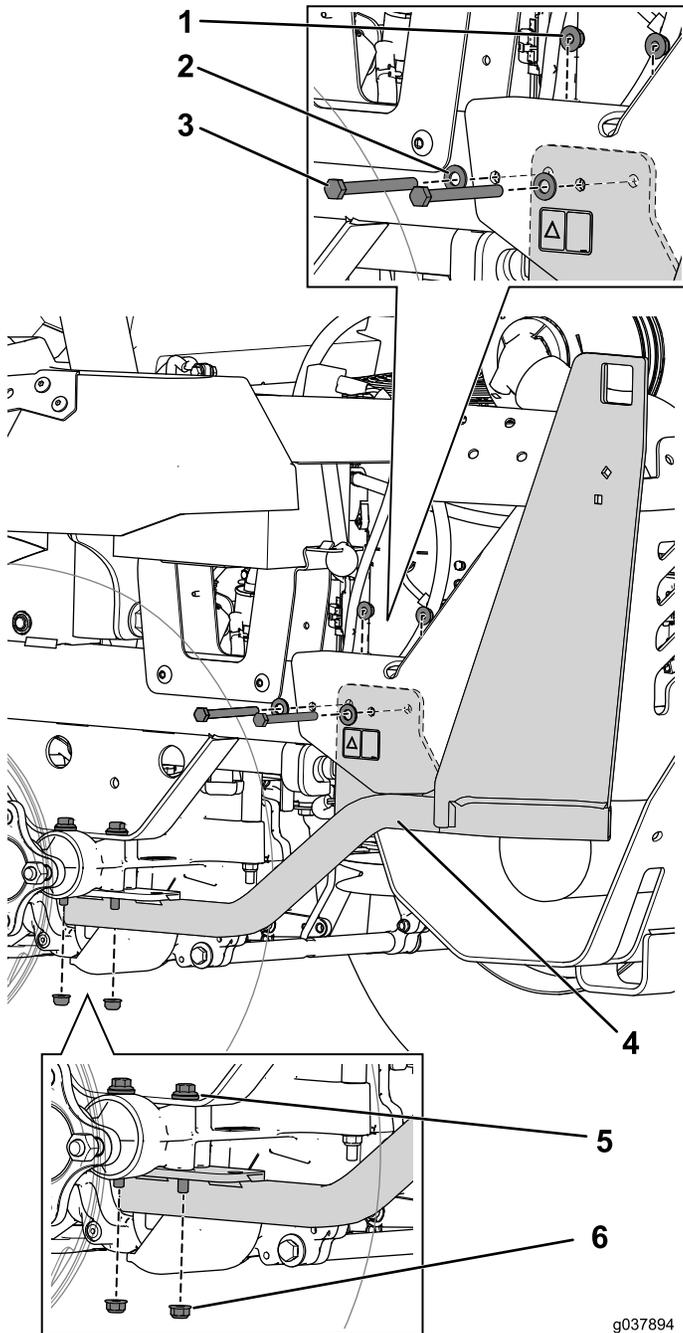

Figura 12
provisionalmente las tuercas que guardó anteriormente (Figura 12).
5. Sujete el soporte al bastidor con los 2 pernos (5/16" x 3/4") y las tuercas (Figura 12).